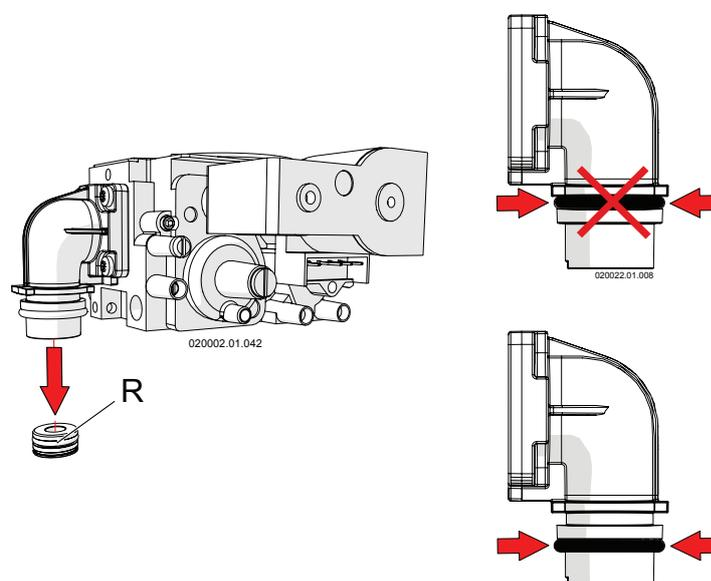

Figure 6-5 - Remplacement de la buse du gaz et vérification de la bonne position OR
- 10.- remplacer la buse du gaz « R » (Figure 6-5) avec celle indiquée dans le tableau (Figure 6-7) à la rubrique « Diamètre buse gaz » ;